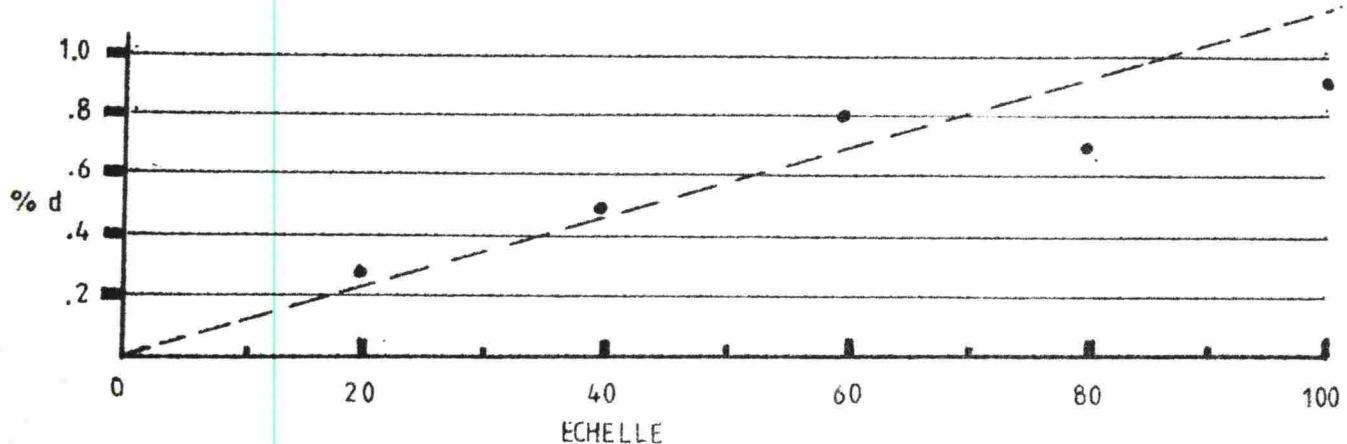

FIG. 19
C. Pour exemple typique voir FIGURE 19.